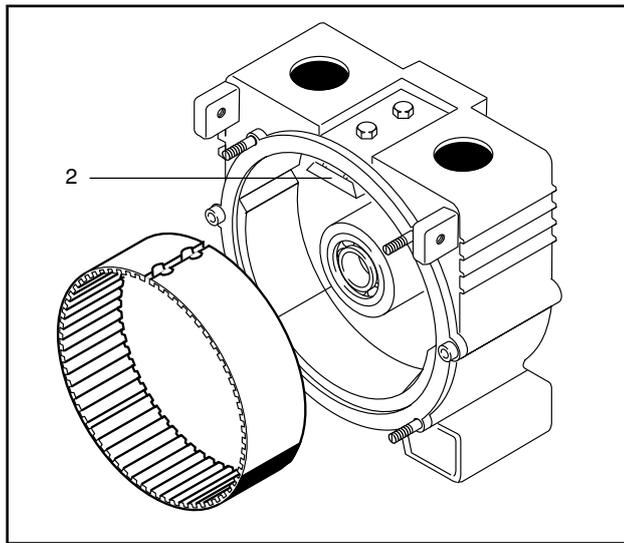

Fig. 14
2. Placer le nouveau séparateur, engrènement vers l'intérieur, dans le sabot (fig. 14).